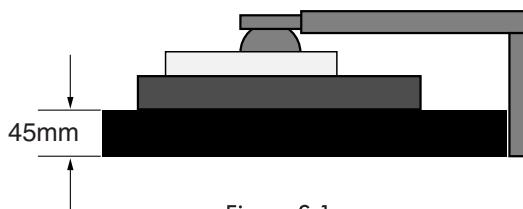

Figure S.1
3. Placez le moniteur face vers le bas sur une surface non abrasive. Placez l'écran sur une plate-forme de 45 mm / 1.8 pouces pour que le support soit parallèle à la surface. (**Figure S.1**)